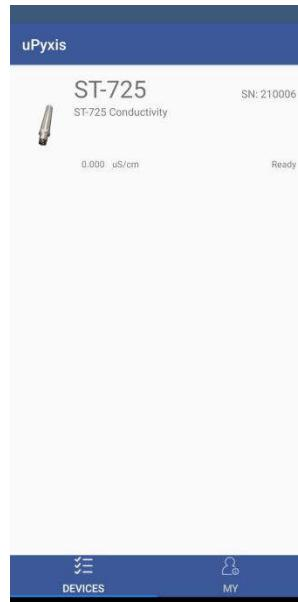

图 8.
3. 如果连接成功，将显示ST-720系列传感器及其序列号（SN）（图 8）。